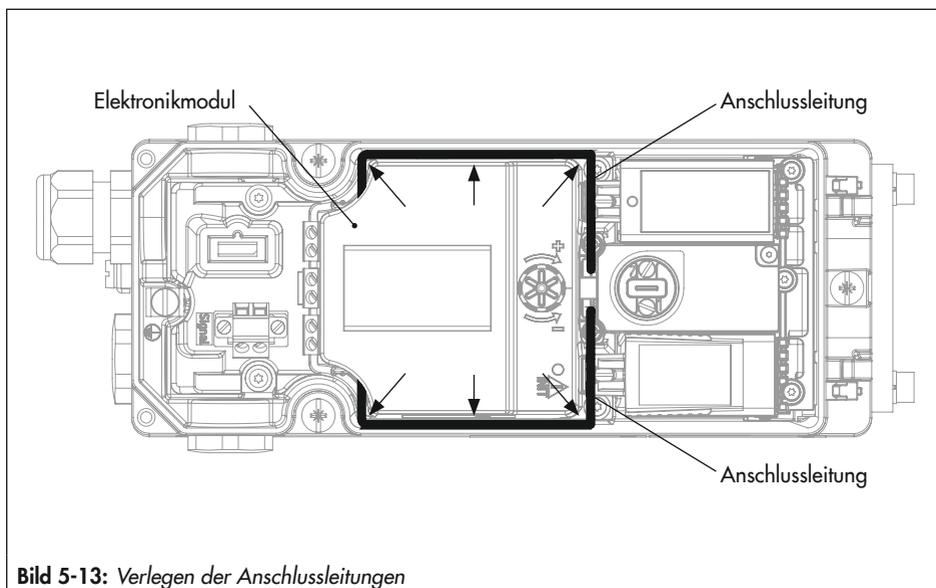

Bild 5-13: Verlegen der Anschlussleitungen
4. Die beiden Anschlussleitungen jeweils zwischen Elektronikmodul und Stellungsreglergehäuse klemmen und nach unten drücken, vgl. Bild 5-13. Darauf achten, dass die Leitungen nicht hervorstehen und beim Schließen des Gehäusedeckels eingeklemmt werden.